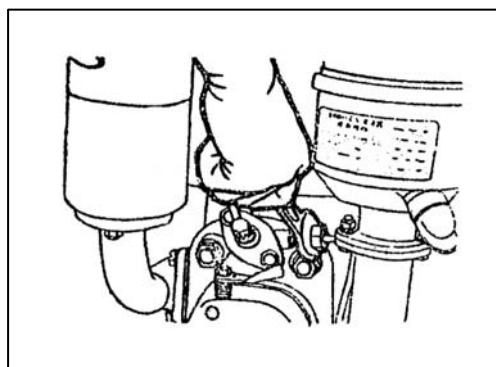

рис. 5
2. Сразу ослабьте любой соединитель трубопровода подачи топлива под давлением (Рис. 5).